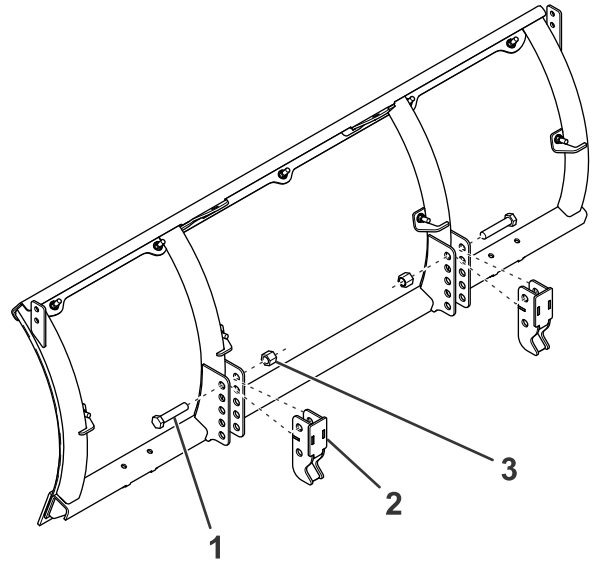

Figure 10
1. Fixez légèrement les 2 supports de montage à la lame de déneigement au moyen de 2 boulons (5/8 po) et écrous (Figure 10).